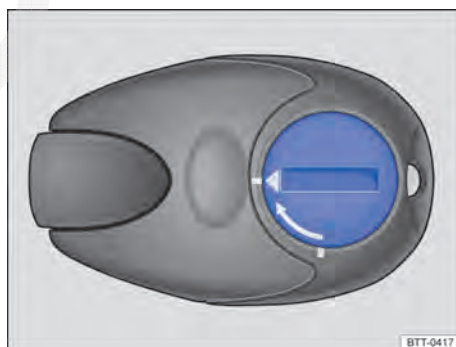

Fig. 213 Aquecimento estacionário: cobertura da bateria do controle remoto.
- Com um objeto plano e sem pontas, por exemplo, uma moeda, gire a ranhura no sentido contrário ao sentido da seta até a marcação para abrir a cobertura ⇒ Fig. 213.
- Colocar a bateria nova. Atentar para a polaridade correta e utilizar baterias do mesmo modelo ⇒ ①.